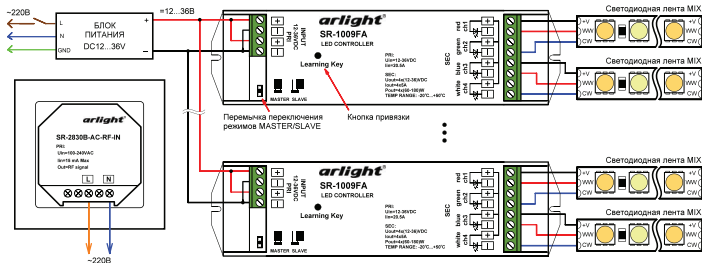

Рис.3. Схема подключения оборудования на примере контроллеров SR-1009FA
- 3.6. Подключите контроллеры и светодиодную ленту (подробнее, см. инструкции к используемому оборудованию). Пример подключения контроллеров приведен на Рис.3.